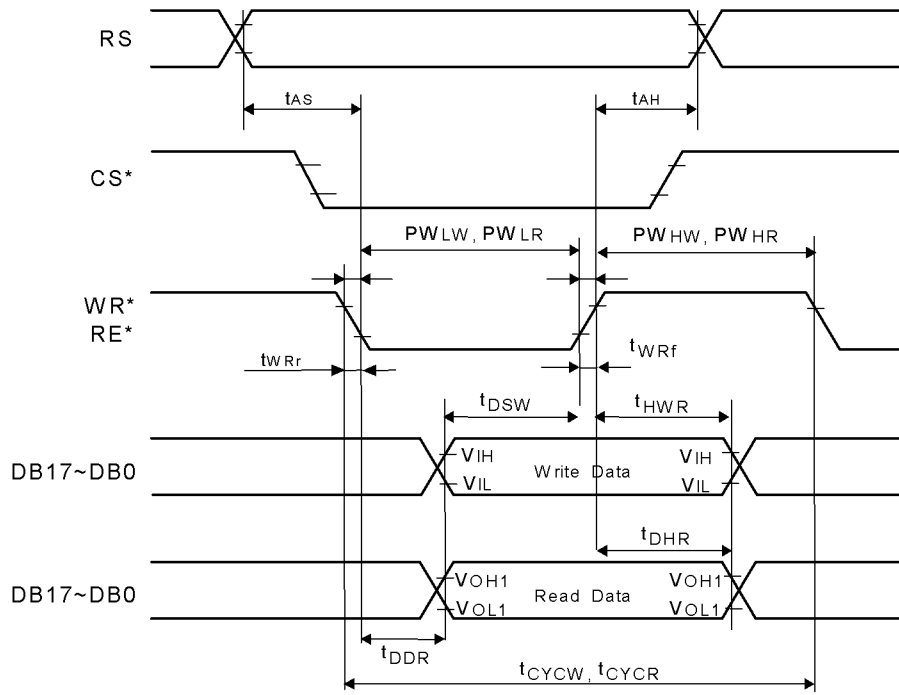

Fig. 1 (図 1)
7.3.1. 80-system Bus Interface Timing Characteristics (Fig.1)
(80系バスインターフェースタイミング特性) (図1)